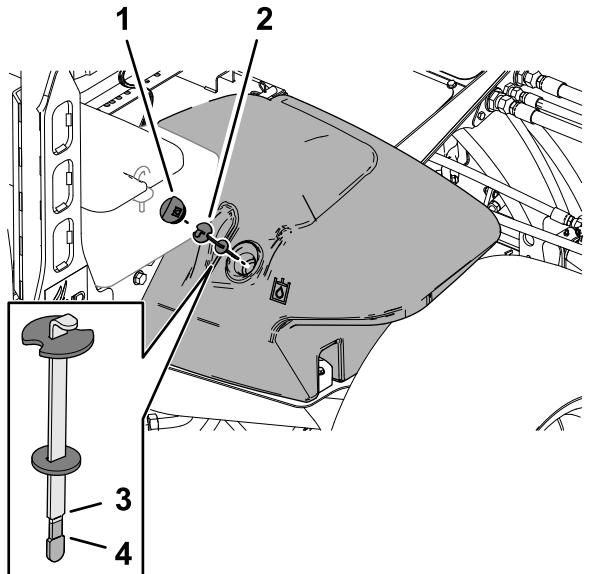

Figure 162
2. Nettoyez la surface autour du goulot et du bouchon de remplissage du réservoir hydraulique (Figure 162).